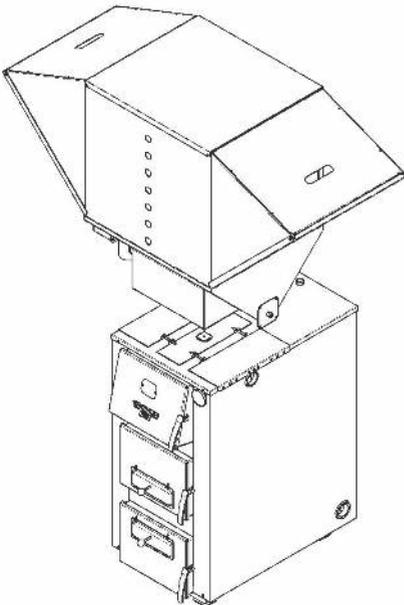

Рисунок 16
3. Установите собранный бункер на монтажную платформу, держа его за основание (Рис.16).